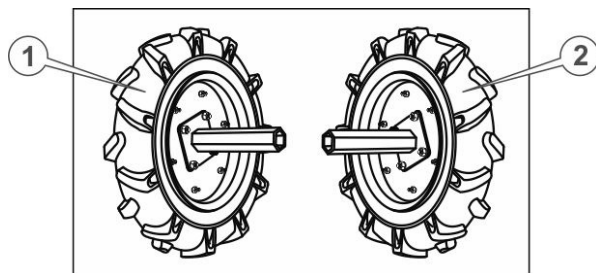

Рисунок 2 – Ліве та праве колесо
4. Приєднати маточини коліс до колісних дисків за допомогою болтів, надійно затягнути всі з'єднання на колесах (див. рис. 2) Водночас необхідно пам'ятати, що на колеса встановлені пневматичні шини зі спрямованим малюнком протектора типу «ялинка». Встановлення коліс необхідно виконувати так, щоб споглядаючи на мотоблок зверху, «вістря» цієї «ялинки» були спрямовані вперед (див. рис. 2), крім того, вентиля для накачування камер повинні перебувати з зовнішнього боку колеса.